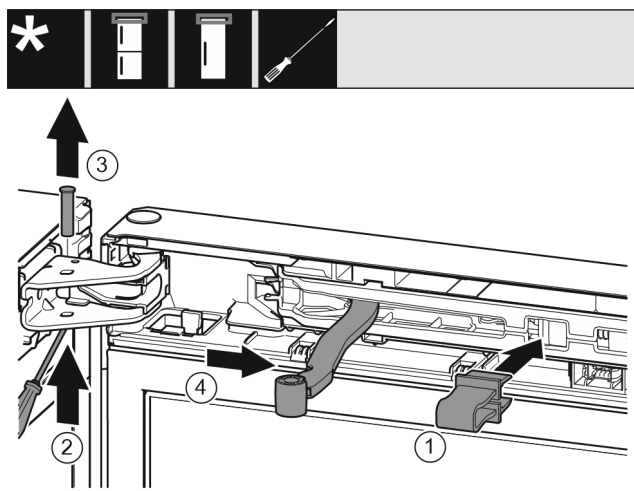

Fig. 13
- Fixați în poziție siguranța Fig. 13 (1) în deschizătură.
- Scoateți prin glisare bolțul Fig. 13 (2).
- Extrageți în sus bolțul Fig. 13 (3).
- Rotiți articulația Fig. 13 (4) în direcția ușii.